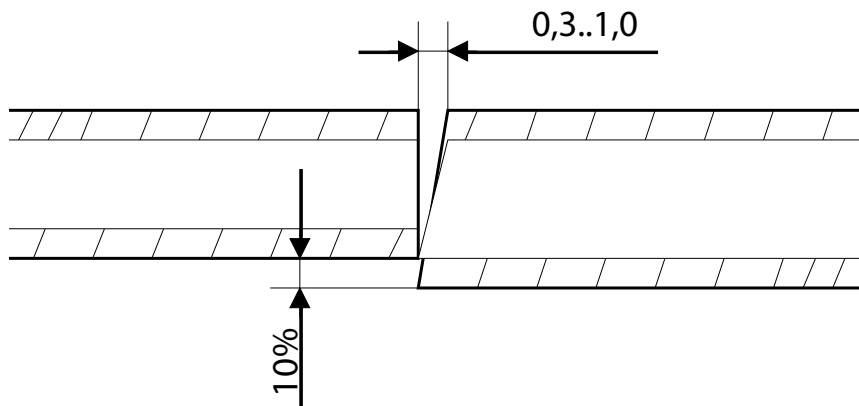

Рис. 2
5.2.5 Плавным вращением маховика регулятора давления (далее по тексту маховик) сведите свариваемые поверхности для проверки прочности фиксации труб с давлением равным давлению оплавления торцов (см. таблицу). Свариваемые поверхности должны быть выставлены и отцентрованы таким образом, чтобы смещение внешних кромок заготовок, по наружному периметру, было не более 10% от толщины стенки свариваемых труб (см. рисунок 2).
Свести торцованные поверхности и проверить зазор между торцами, допустимый зазор не более 0,3..1,0 мм в зависимости от диаметра свариваемых труб (см. рис.2). В случае, если условия параллельности торцов и соосности труб не соблюдены, необходимо компенсировать смещение и повторить процесс торцевания. После проведения процесса торцевания на подготовленные поверхности недопустимо попадание грязи, пыли, воды, смазки и т.д. Проводите торцевание непосредственно перед сваркой.